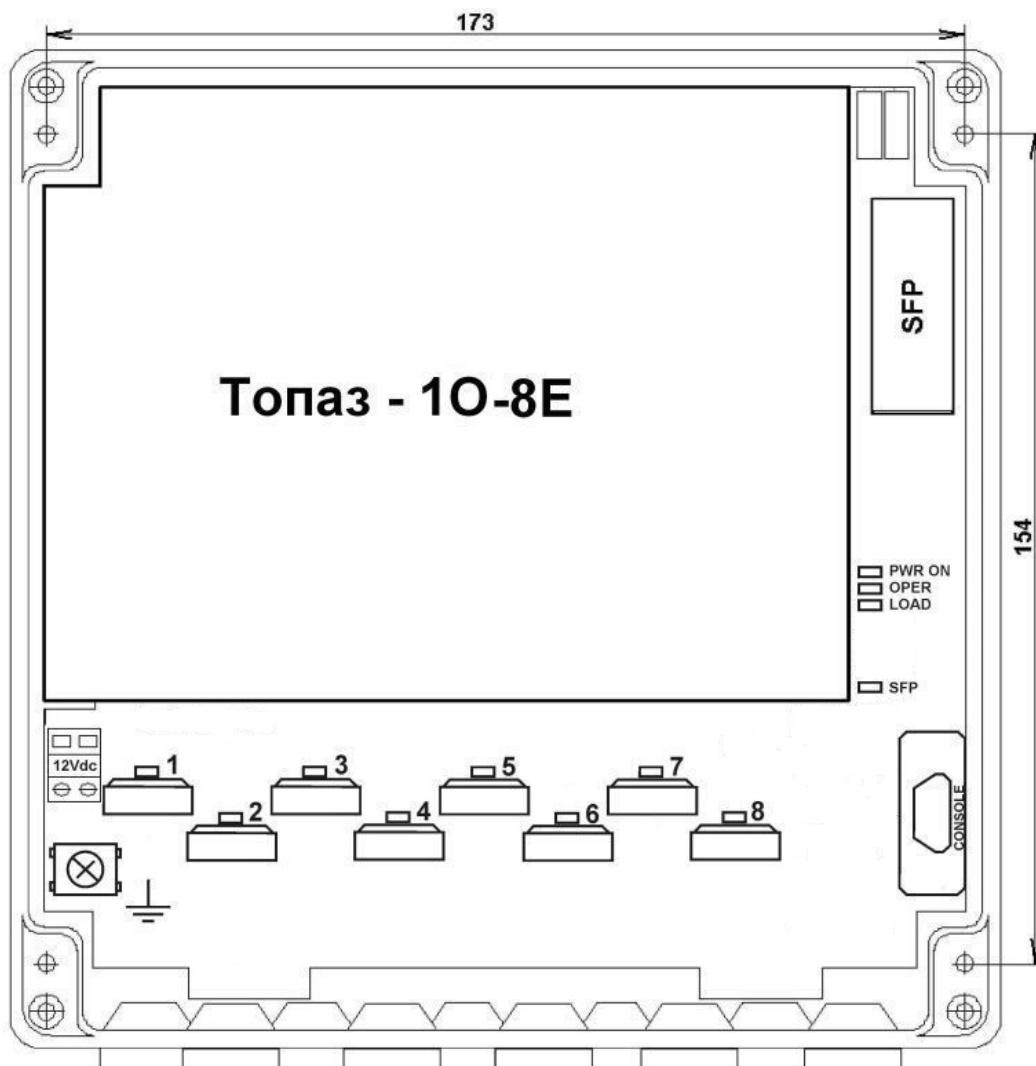

Рисунок 2.2 – Внешний вид коммутатора Топаз-1о-8Е
- пластиковый корпус IP65 для установки на стену обеспечивает защиту от проникновения внутрь пыли и влаги, рисунок 2.2.
Коммутатор Топаз-1о-8Е, рисунок 2.2, выполнен в пластиковом корпусе со степенью защиты IP65, обеспечивающем защиту от проникновения внутрь пыли и влаги, и предназначенном для размещения на стене.